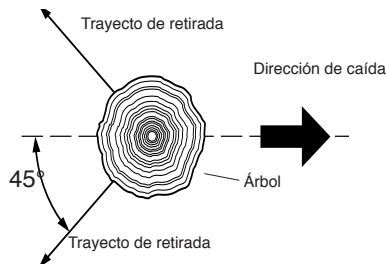

Figura 11 - Trayecto de retirada de un árbol
3. Planee y despeje un trayecto de retirada para el momento de la caída. Este debe ser en sentido contrario al de la caída del árbol y a un ángulo de 45° (vea la Figura 11).
La preparación correcta de una muesca determinará la dirección en que caerá el árbol. Corte la muesca del lado del árbol correspondiente a la dirección en la cual desea que éste caiga (vea la Figura 11). Siga las instrucciones a continuación para cortar la muesca.
⚠ ADVERTENCIA: No atraviese el árbol completamente. Deje alrededor de cinco centímetros de diámetro sin cortar, directamente detrás de la muesca (vea la Figura 11). Esta porción sin cortar funciona a manera de bisagra. La bisagra ayuda a evitar que el árbol se tuerza y caiga en la dirección equivocada.